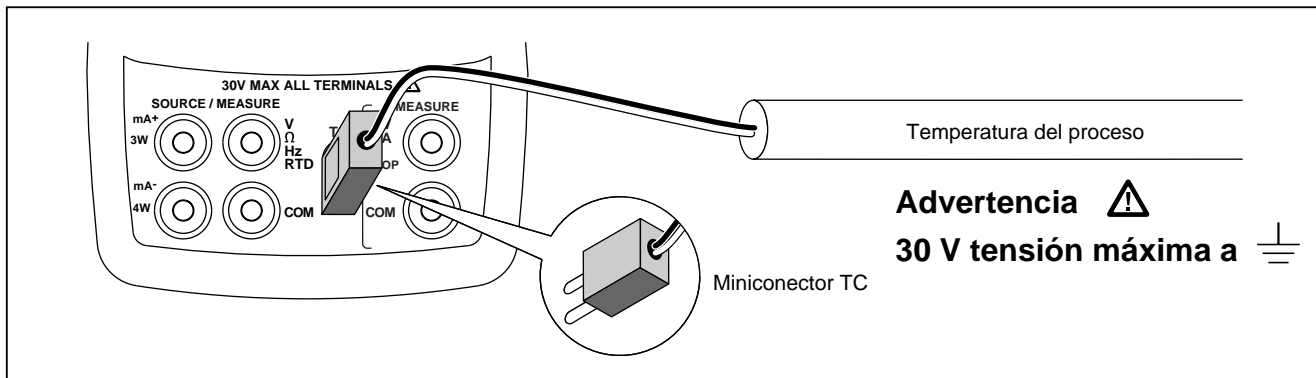

Figura 10. Medición de temperatura con un termopar
1. Conecte los conductores del termopar al miniconector macho TC apropiado, luego a la entrada/salida TC tal como se muestra en la figura 10. *Una patilla es más ancha que la otra. No trate de forzar el miniconector en la polaridad incorrecta.*